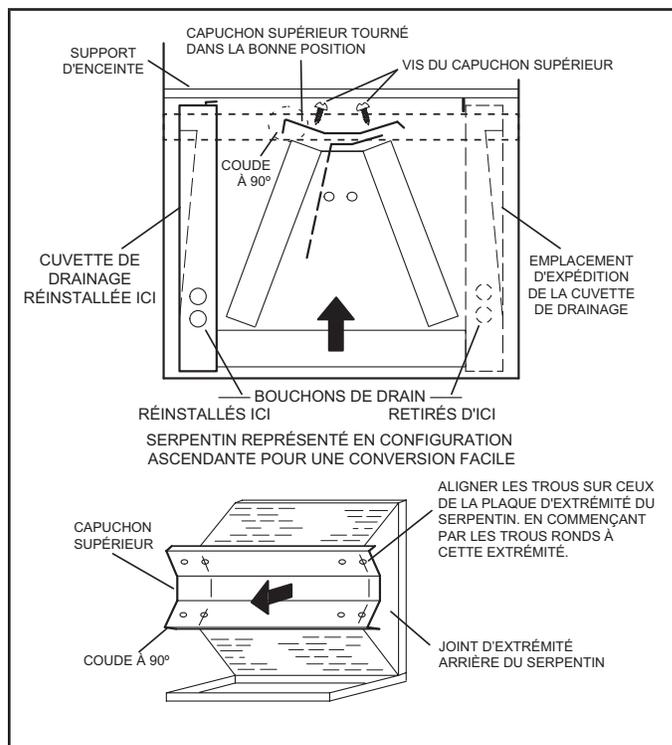

FIGURE 8. Modification sur place pour refoulement du côté gauche
- 7 - Faites pivoter le couvercle supérieur de 180° pour inverser l'avant et l'arrière, et alignez-le sur des trous de vis inutilisés. Les trous doivent être alignés avec les plaques d'extrémité arrière et avant du serpentin. Le couvercle supérieur comporte un rebord plié à 45° d'un côté et à 90° de l'autre. **Le rebord plié à 90° doit être du côté du bac de drainage horizontal** comme illustré à la figure 8.